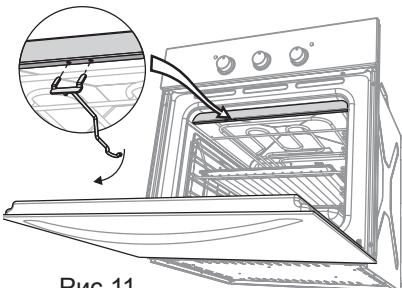

Рис.11
- Установите крючок, для чего вставьте «кусы» крючка в пазы верхней полки проема духовки и опустите крючок вниз (рис. 11).
- Установите крючок, для чего вставьте «усы» крючка в пазы верхней полки проема духовки и опустите крючок вниз (рис. 11).